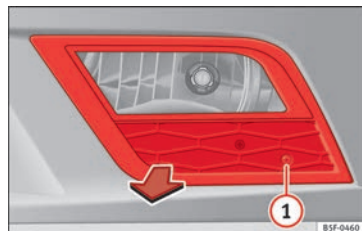

Fig. 150 Farol de nevoeiro.
- Retire o parafuso » **Fig. 150 ①** da grelha do farol de nevoeiro, utilizando uma chave de fendas.